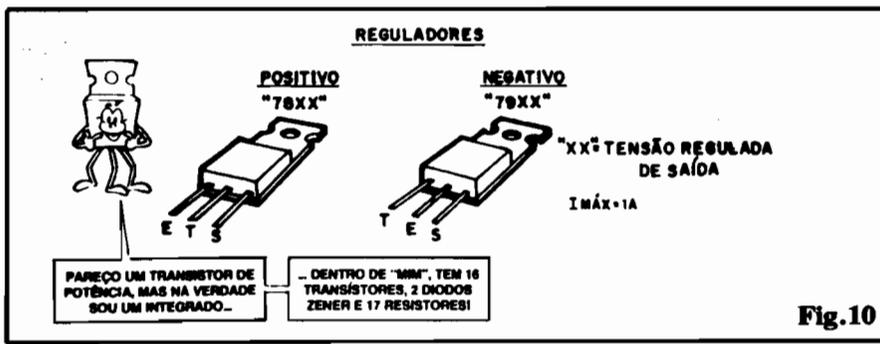

Fig.10
- **FIG. 10** - O REGULADOR DE TENSÃO DA SÉRIE "78XX" E "79XX" - A figura mostra as aparências e pinagens de Integrados Reguladores de Tensão da série **standart** "78XX" (Tensão Positiva) e "79XX" (Tensão Negativa). Observar a disparidade do posicionamento das "pernas" E-T-S nas duas versões, e notar que externamente eles se parecem muito com simples transístores bipolares de Potência (mas "lá dentro" deles tem uma porrada de transístores, fora diodos e resistores...). Quanto ao código identificatório, no lugar daquele "XX" entra sempre dois algarismos, indicando numericamente a "voltagem" nominal de Saída do Integrado (ver Tabela a seguir...). A Corrente máxima situa-se em 1 ampère e as Tensões máximas aplicáveis ao terminal "E" (sempre pelo menos 3V maior do que a nominal, esperada na Saída, lembrem-se...) encontram-se também relacionadas...
- Quanto mais alta for a Tensão real de Entrada, maior será a dissipação no Integrado, função também da Corrente real demandada pela carga ou circuito acoplado à sua Saída. Quando esse diferencial for muito maior do que os 3V mínimos de "margem" exigidos pelo Integrado (por exemplo: uma Tensão de Entrada de 20V para uma de Saída de 9V, com 7809, no caso...), convém dotar o componente de um bom dissipador de calor (para isso sua "embalagem" já apresenta a lapa metálica de acoplamento termo-mecânico do radiador - ver fig. 10. Entretanto, quando a Corrente final for baixa (menos de 500mA) e o diferencial de Tensão